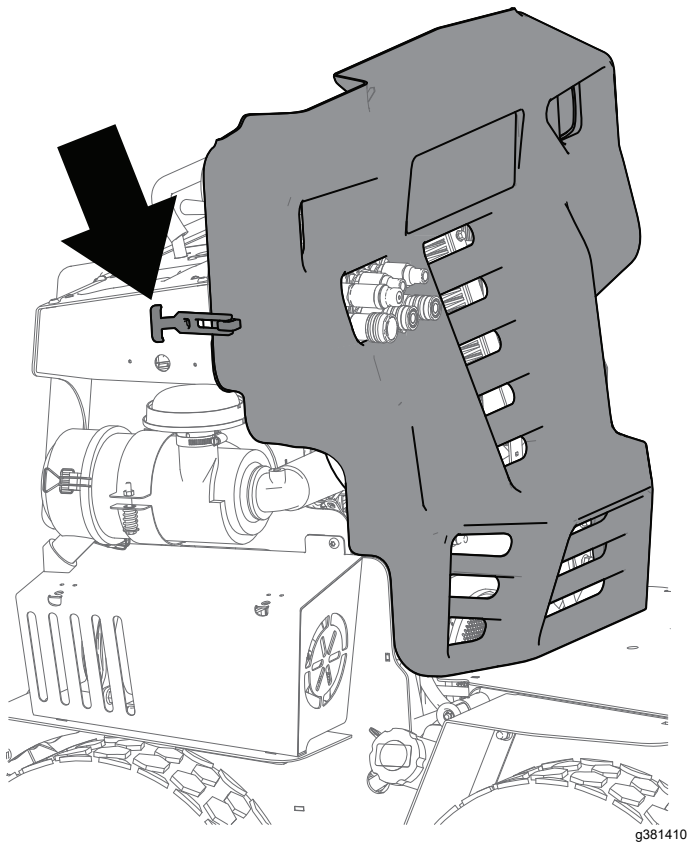

Figura 19
1. Retire la cubierta de plástico delantera (Figura 19).